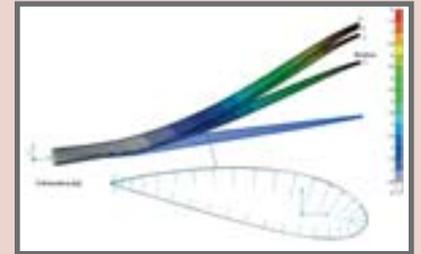
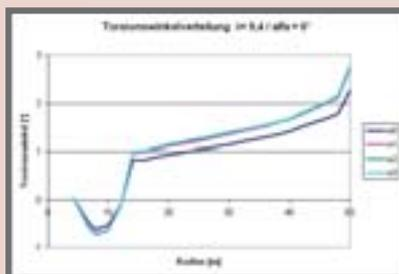

Bild 2: Deformationen als Funktion der Iteration, Lokale Druckverteilung
Bild 3: Torsionswinkelverteilungen als Funktion der Iteration
- Es werden weiterhin 20915 Balkenelemente als Stringer benutzt (Bild 2). Die Masse beträgt 10106 kg. Die Schwerpunktslage ist: $X = 20,43$ m, $Y = -0,63$ m, $Z = 0,18$ m.
Die aerodynamische Last wurde durch ein Panelverfahren [3] für eine resultierende Geschwindigkeit aus Anströmgeschwindigkeit, $V_w = 15$ m/s, und der lokalen Umfangsgeschwindigkeit des Rotorblattes, als eine Druckverteilung ermittelt (Bild 2).
Bild 2 zeigt die Deformation des Rotorblattes T100 als Funktion der Iteration bei $\lambda = 9,4$. Die maximale Deformation ist 7,99 m. Bilder 3, 4 und 5 zeigen Torsionswinkelzuwächse als Funktion der Iteration für das Rotorblatt T100 bei $\lambda = 9,4$. Bild 3 zeigt die Torsionswinkelverteilungen als Funktion der Iteration.
Die Kurve dw_01 zeigt die Verteilung der Differenzen der Kurven w_0 und w_1 aus dem Bild 3. In gleicher Weise wurden dw_12 und dw_23 errechnet.